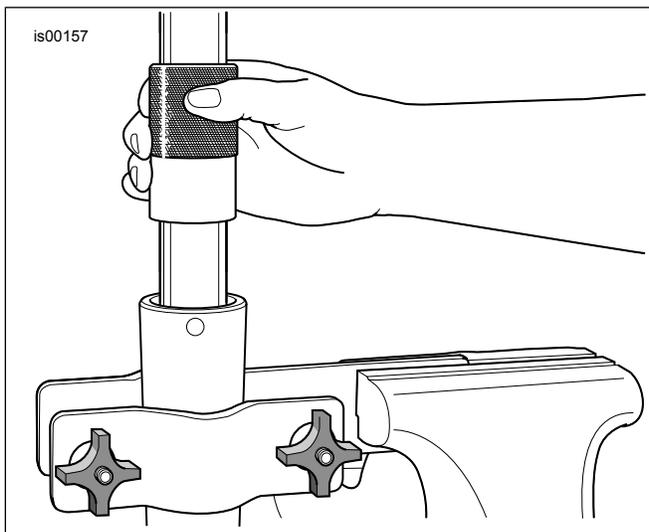

Figura 4. Instalación del sello de aceite de la horquilla
1. Deslice la cubierta contra el polvo (13), el sello contra el polvo (4), el sello de aceite (10) (con las letras hacia abajo), el espaciador del sello de aceite (15) (lado cóncavo hacia arriba) y el buje inferior (9) sobre el tubo del conjunto del tubo de la horquilla (12) para instalarlos después.
2. Instale el buje superior (7) en la ranura del conjunto del tubo de la horquilla (12). Expanda el buje solamente lo necesario para que pase sobre el tubo.
3. Instale el conjunto del tubo de la horquilla (12) en el tubo exterior de la horquilla (5).
4. Vea la Figura 4. Instale el buje, el espaciador y el sello dentro del diámetro interior del deslizador golpeando suavemente los componentes hacia arriba con la HERRAMIENTA PARA EL BUJE DEL SELLO DE LA HORQUILLA (B-42571).
5. Instale el anillo de retención interior (3) dentro de la ranura en la parte inferior del tubo exterior de la horquilla.
6. Instale el sello contra el polvo (4) y la cubierta contra el polvo (13).
7. Inserte el conjunto del cartucho (1) en el diámetro interior del tubo de la horquilla.
8. Instale el tornillo y la arandela (14) dentro de la parte inferior del conjunto del tubo de la horquilla (12). Mueva repetidamente el tubo deslizante en toda su trayectoria dentro del deslizador para comprobar la alineación correcta de los componentes. Después aplique fuerza hacia abajo sobre el conjunto del cartucho y apriete el tornillo. Apriete el tornillo a 15–25 N·m (12–18 ft·lbs).
9. Inserte el espaciador de precarga (16) sobre el cartucho en el diámetro interior del tubo de la horquilla.